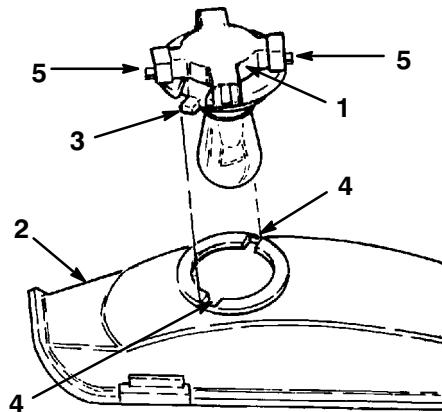

Bild 30
3. Drehen Sie die Birnenfassung um 1/4 Umdrehung entgegen dem Uhrzeigersinn und nehmen die Birne aus dem Reflektor (Bild 30).
2. Die Birnenfassung hat zwei Zungen (Bild 30). Fluchten Sie die Zungen auf die Slitze im Reflektor aus, setzen die Birnenfassung in den Reflektor ein und drehen die Birne im Uhrzeigersinn um 1/4 Umdrehung bis zum Anschlag.